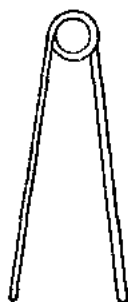

图 1
1. 把铁丝慢慢对折后，再将它绕 270° 角使铁丝中间一段成为直径约为 10 毫米左右的圆圈，如图 1。